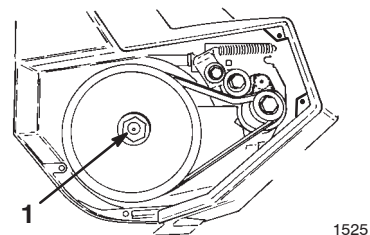

Bild 14
3. Halten Sie die Sechskantmutter mit einem 7/8-Zoll Schlüssel fest, während Sie die Rotorblätterwelle herausrauben (Bild 14).